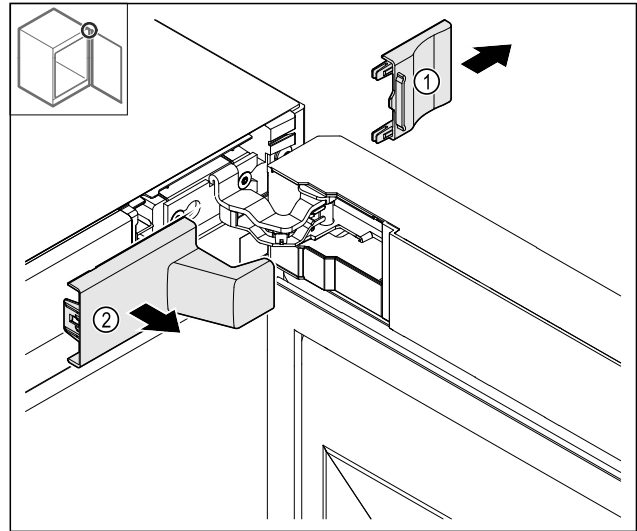

Fig. 13
- ▶ Αφαιρέστε το κάλυμμα Fig. 13 (1) και μετά το Fig. 13 (2).